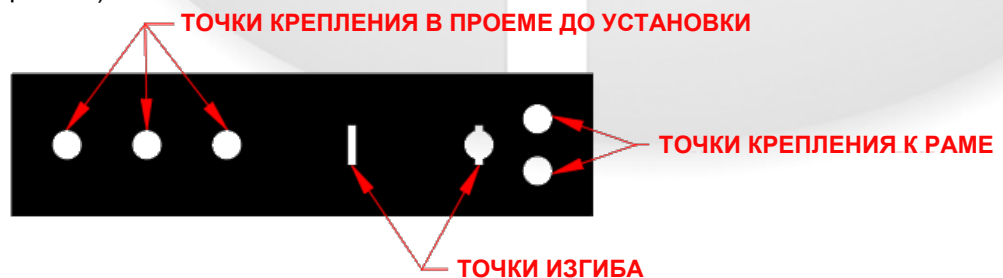

Рис. 16: Распрявленная стальная планка
- II) Стальная планка поставляется в распрявленном виде и крепится к раме (см. рис. 16)